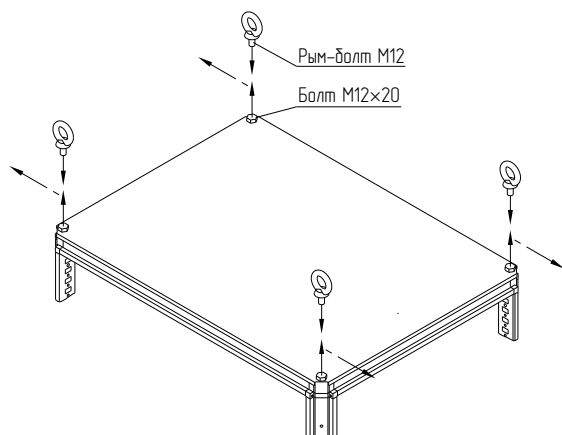

Рисунок 44
4.16.3 Выкрутить болты M12×20 из крыши при помощи гаечного ключа (рисунок 44).